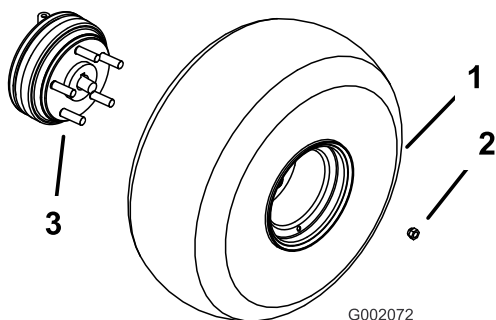

Bild 3
3. Montieren Sie die Räder mit den vorher abgenommen Befestigungen (Bild 3) und ziehen Sie sie auf 61 bis 88 Nm fest.